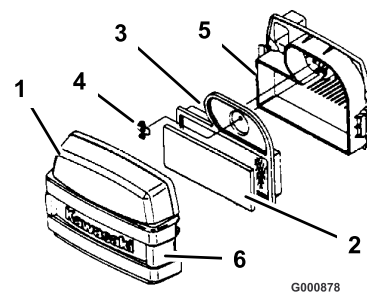

Figure 31
4. Nettoyez la surface autour du filtre à air pour éviter que des impuretés n'endommagent le moteur en tombant à l'intérieur. Dégagez les deux fixations latérales et déposez le couvercle du filtre à air (Figure 31).
5. Sortez délicatement l'élément en mousse de l'élément en papier (Figure 31).
6. Dévissez l'écrou à oreilles et retirez l'élément en papier (Figure 31).
1. Glissez délicatement l'élément en mousse sur l'élément en papier (Figure 31).
2. Posez l'ensemble filtre à air sur sa base et fixez-le avec l'écrou papillon (Figure 31).
3. Remettez en place et verrouillez le couvercle du filtre à air (Figure 31).